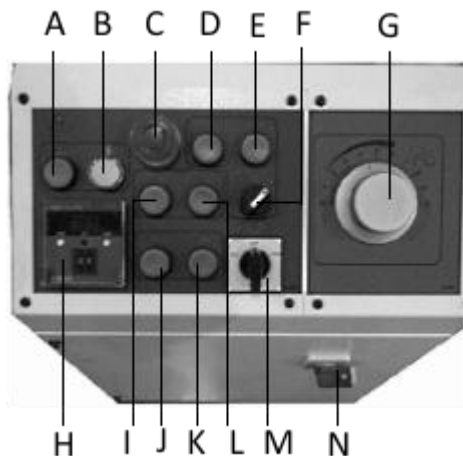

Рис.2
Переведите главный выключатель (N, рис.2) в положение «ON». Загорится индикатор сети (B, рис.2)
Нажмите кнопку (A, рис.2) для включения насоса гидростанции.
Нажмите кнопку (I) для автоматического подъема пильной рамы до касания концевого выключателя подъема. Если пильная рама не поднимается, проверьте правильность подключения проводки. Раскройте тиски, нажатием кнопки (K, рис. 2). Разместите заготовку в тисках, зажмите заготовку (J) При нажатии на кнопку.
Переведите выключатель (F, рис.2) в ручной режим работы, нажмите кнопку (D, ри.2). Продвиньте заготовку на нужное расстояние, пользуясь переключателем подачи (M, рис.2)
Переведите переключатель (F, рис.2) в автоматический режим работы.
Запустите цикл, включив движение пилы (E, рис.2). Ленточное полотно начнет двигаться, а пильная рама опускаться, идет процесс отрезки. Скорость опускания рамы можно регулировать ручкой (G, рис.2).